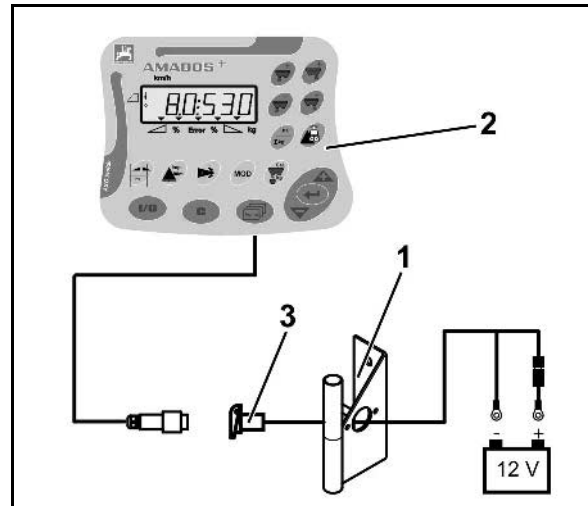

Fig. 16
Konsolen (Fig. 16/1) ska monteras till höger om föraren i traktorhytten, inom syn- och räckhåll, vibrationsfritt och elektriskt störningsfritt. Avståndet till radioapparat och radioantenn ska vara minst 1 m.
1. Hållaren med monitorn (Fig. 16/2) monteras på konsolens rör.
2. Fäst batterianslutningskabelns kontakt (Fig. 16/3) på konsolen.